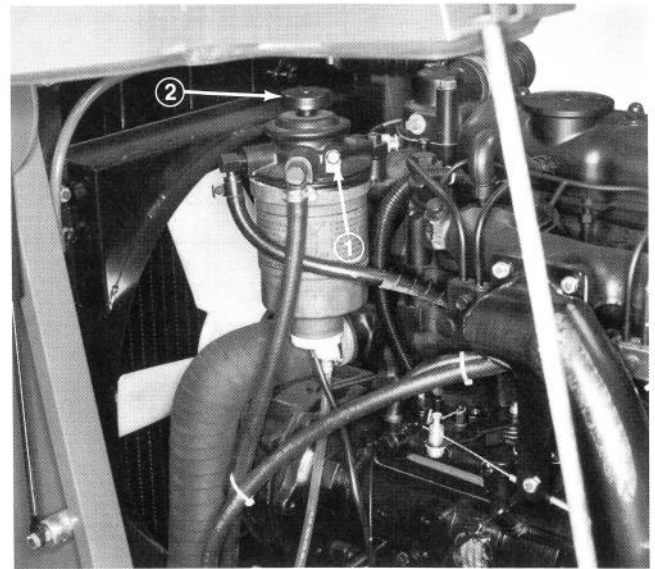

Bild 13
2. Den Entlüftungsstöpsel am Kraftstofffilter um eine Umdrehung lösen (Bild 13). Den Ansaugkolben (Bild 13) so oft nach unten drücken, bis ein gleichmäßiger Kraftstofffluß aus dem Loch im Stöpsel ausströmt. Wenn der Kraftstoff nicht mehr schäumt, den Stöpsel bei einem Abwärtsstoß des Ansaugkolbens schließen. Allen verschütteten Kraftstoff aufwischen.